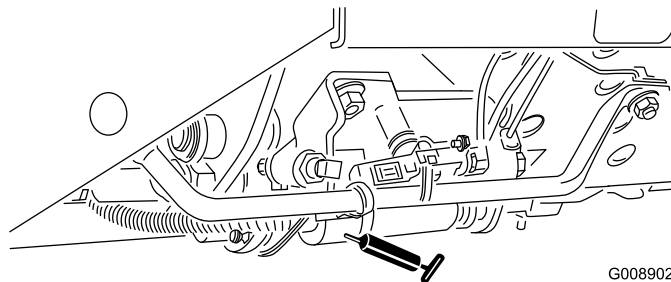

Figura 47
- Slitta di tosatura/trasporto (Figura 47)